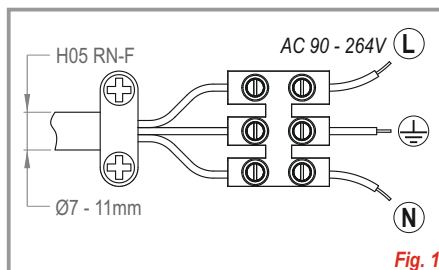

Fig. 1
- Per il collegamento dei fili del proiettore, utilizzare fili del tipo H05 RN-F con diametro di 7÷11mm e una sezione minima di 1mm² per ogni singolo cavo. Collegare il cavo come mostrato in fig. 1. Dopo avere collegato il cavo di alimentazione alla morsettiere del proiettore, fissarla con il serracavo e stringere il pressacavo fortemente.